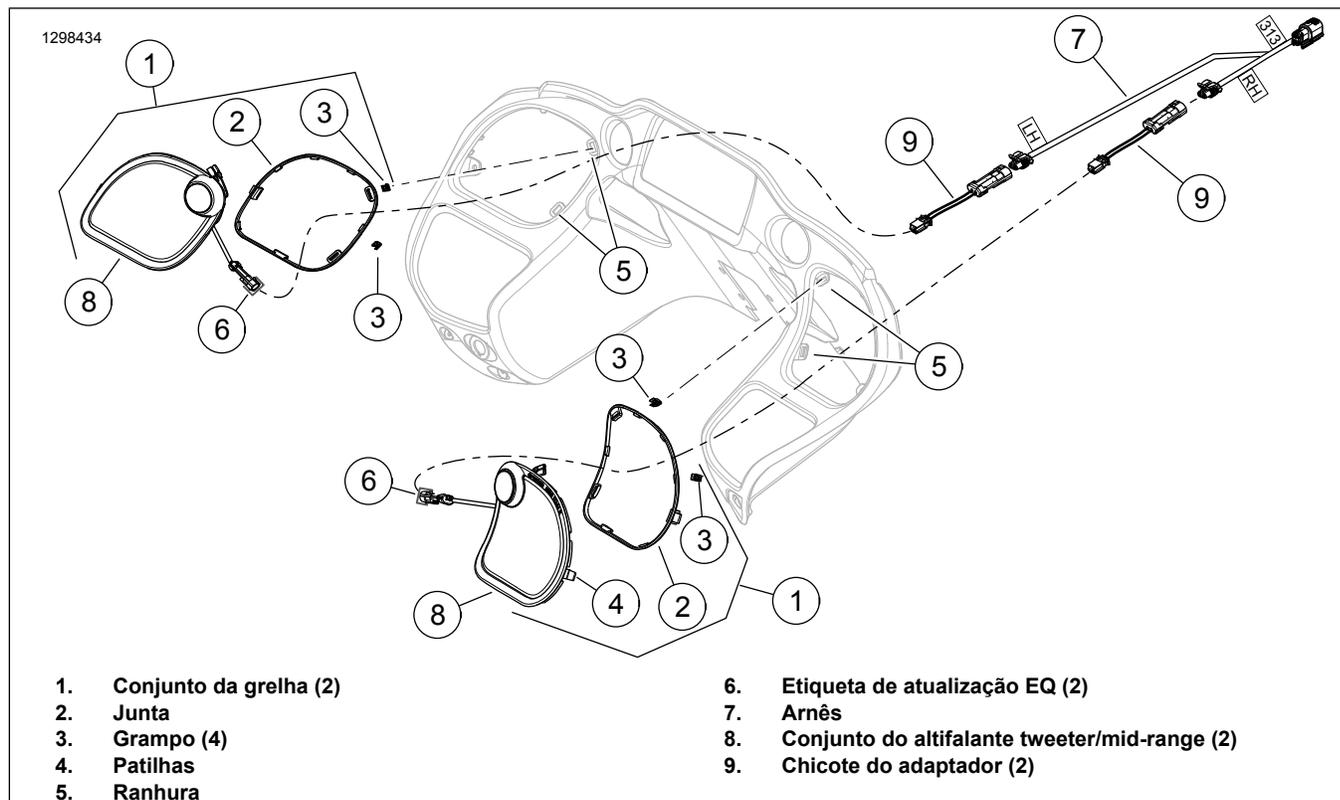
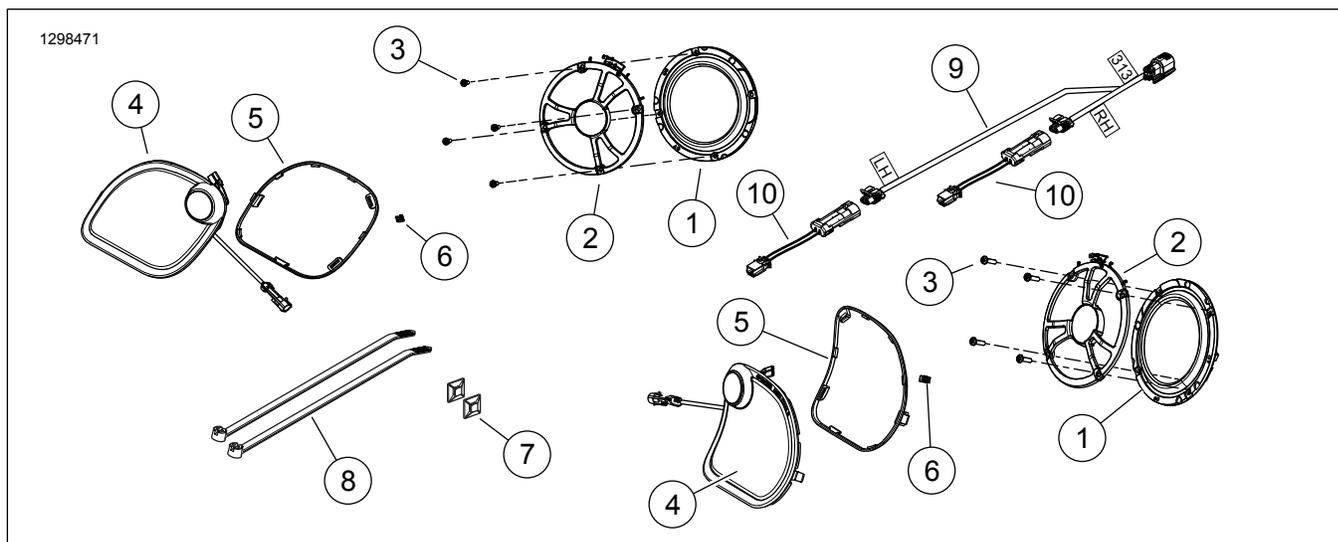

Figura 2. Altifalante tweeter/mid-range e grelha
Figura 4. Peças de reposição, Kit do altifalante da carenagem Boom! Audio Stage II (FLTR)
Ver Figura 4 e Tabela 1.
5. Ver Figura 2 . Instale o conjunto da grelha (1):
- b. Certifique-se de que a junta de borracha (2) está no sítio em volta do perímetro da grelha. Assegure-se de que os dois prendedores (3) estão no sítio nas patilhas da grelha (4). Substitua os componentes se danificados ou em falta.
- d. Engate a patilha (4) no lado exterior da abertura do altifalante.
- e. Engate os grampos de retenção da grelha nas ranhuras (5).
7. Ver Figura 2 . **TODOS os modelos:** posicione o chicote (7) (7) dentro da carenagem interior.
O adaptador do chicote (9) Figura 2 ou o adaptador do chicote (10) Figura 4 são necessários para a geração de altifalantes identificados neste kit, mas podem não ser necessários em todos os modelos. Algumas combinações de altifalantes e chicotes podem ter ligações de cablagem que diferem. Utilizar o adaptador (69200925) para resolver a conexão.
9. Ver Figura 4 . Adicione o chicote do adaptador (10) do kit.
10. Ver Figura 2 . Faça corresponder o chicote do adaptador ao chicote (7).